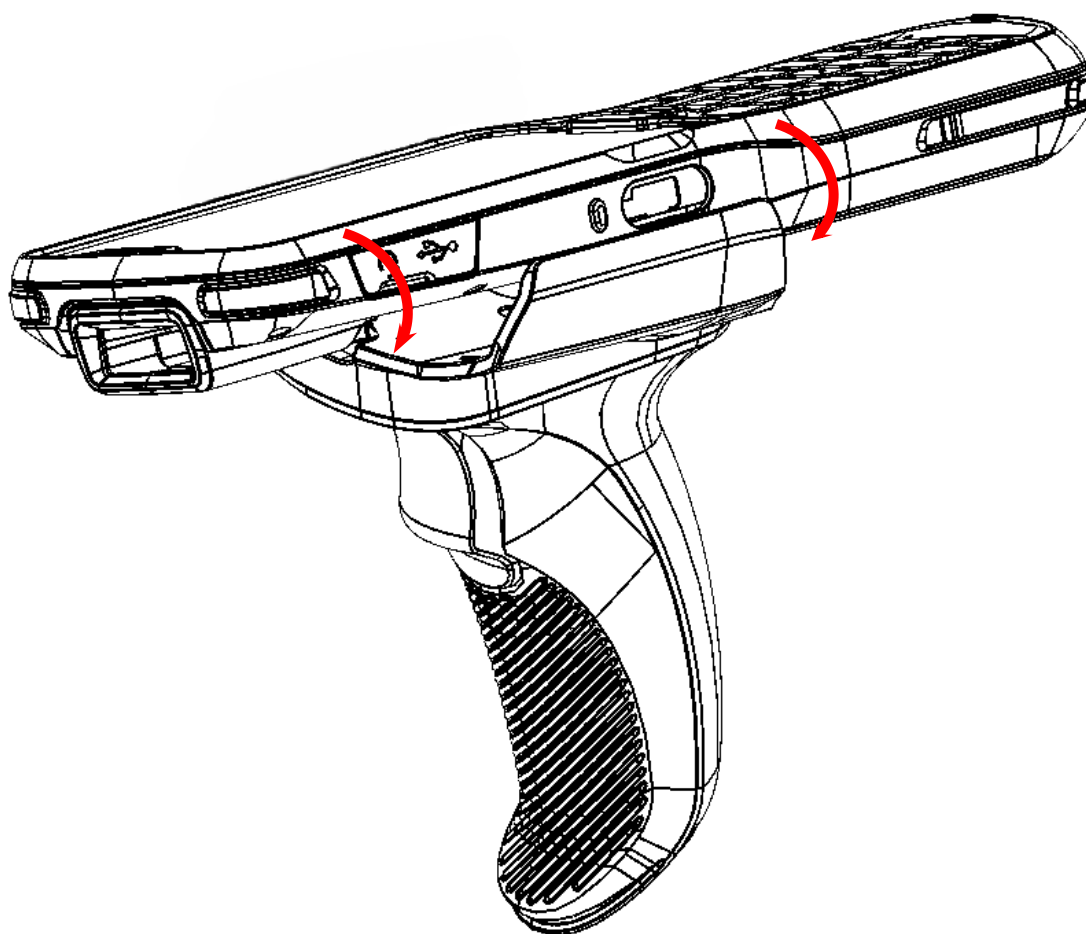
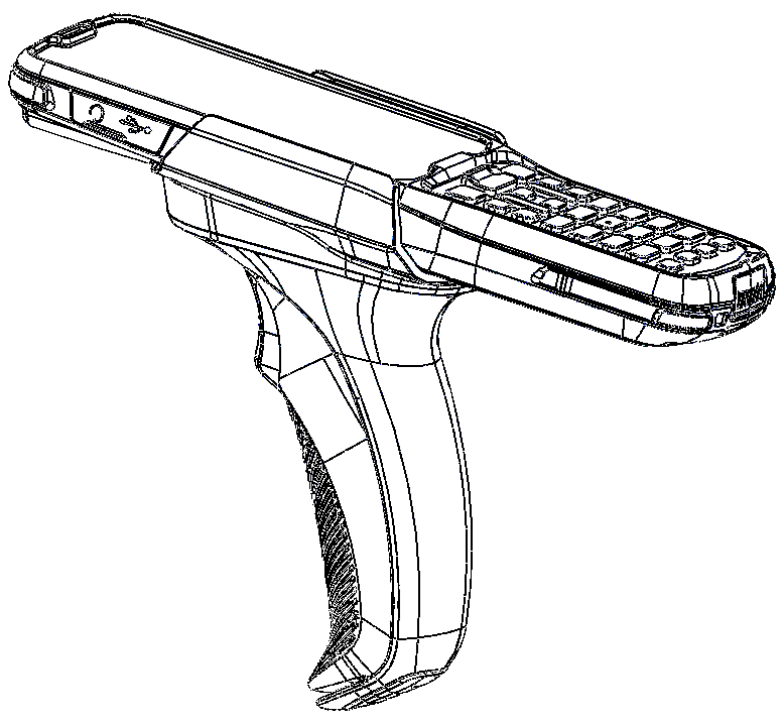
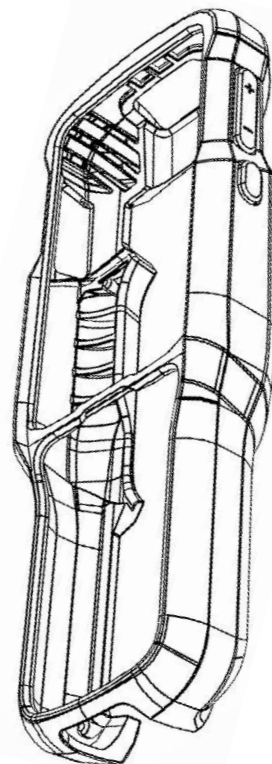

Рисунок 42. Правильная установка ТСД в пистолетную рукоятку
Рисунок 43. ТСД, установленный в пистолетную рукоятку
Рисунок 44. Внешний вид бампера
**На ТСД, установленный на пистолетную рукоятку, может быть надет специальный прорезиненный бампер (кожух, рисунок 44 на странице 54).**
**Установку ТСД АТОЛ Smart.Prime в пистолетную рукоятку необходимо производить только методом защелкивания (рисунок 42). Установка методом «зادвигания» в ПР категорически запрещена!**
**1** Установить правую боковую сторону ТСД в правую часть проема рукоятки (рисунок 42).
**3** Аккуратно надавить на левую сторону ТСД до щелчка (рисунок 42). ТСД установлен в пистолетную рукоятку (рисунок 43).
**4** На ТСД, установленный на пистолетную рукоятку (рисунок 43), можно надеть специальный прорезиненный бампер (рисунок 44).